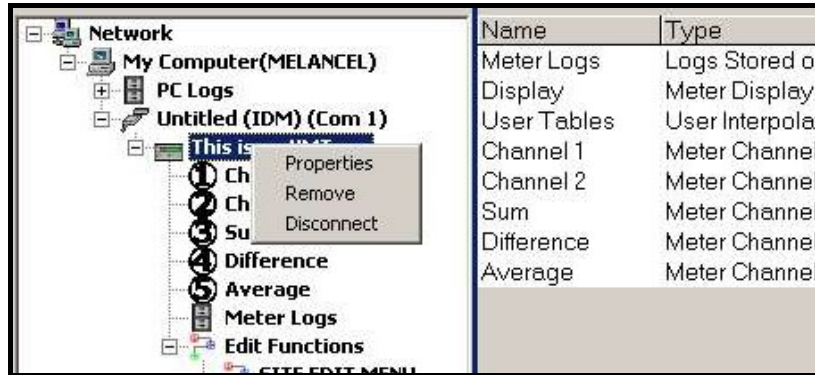

Figura 5: Opción de Propiedades en el Navegador de nuevos contadores
2. Haga clic con el botón derecho del ratón en el XGF868i resaltado y haga clic en la opción *Propiedades*, como se muestra en la *Figura 5*.